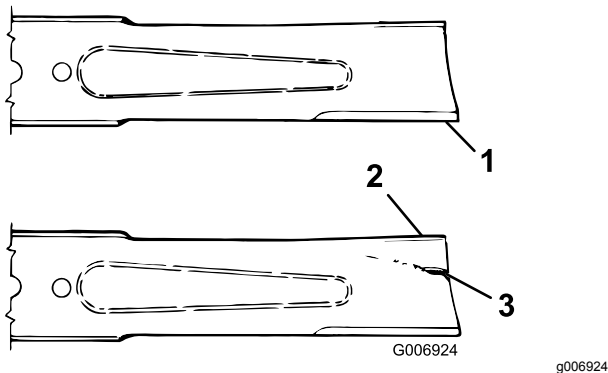

図 65
3. ブレードの切っ先を注意深く観察、特に、直線部と曲線部が交わる部分をよく観察する図 65。
4. 磨耗が進んでいる場合図 65 には、ブレードを交換する **ブレードの取り外しと取り付け** (ページ 53) を参照。